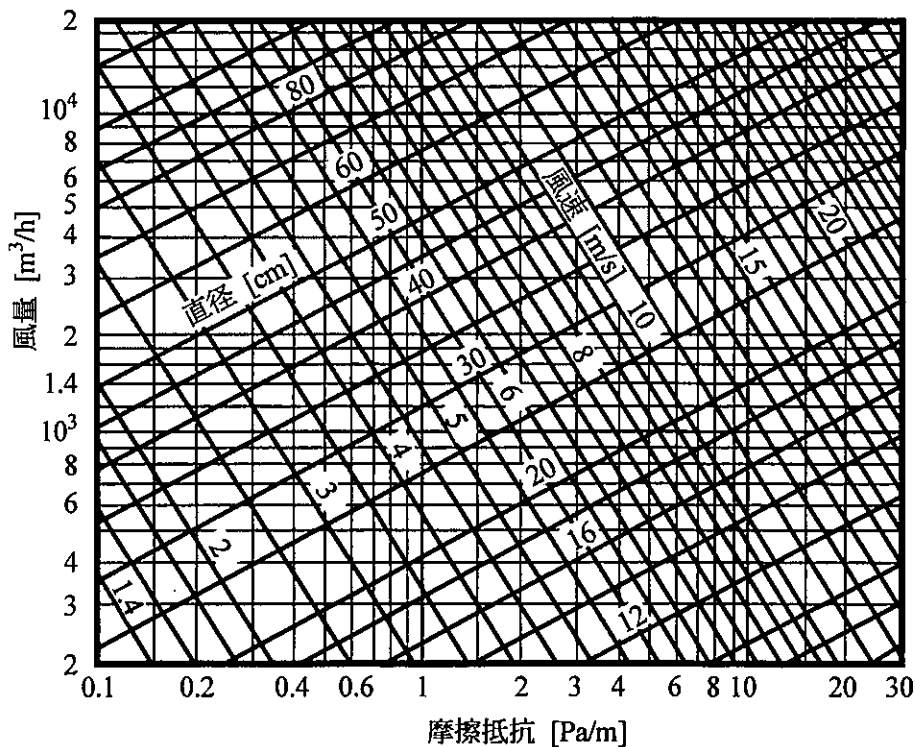

図2 ダクトの摩擦抵抗計算線図
1) 空気による熱搬送における搬送動力の抑制について、図2を用いて考える。